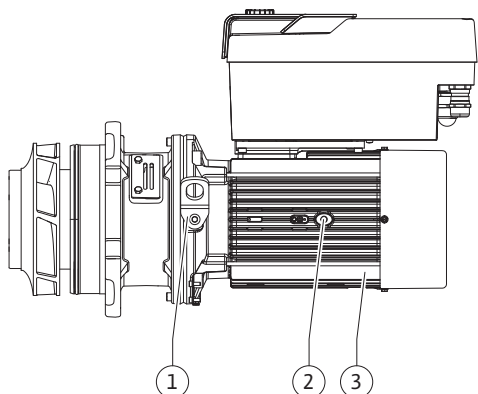

Fig. 100: Kit embrochable
9. Retirer le kit embrochable (Fig. 100) du corps de pompe en desserrant les écrous à bride (Fig. I, pos. 29).
16. Insérer le kit embrochable (voir Fig. 100) dans le corps de pompe jusqu'à l'ancienne position ou à un angle différent. Respecter les positions de montage admissibles des composants (voir le chapitre « Positions de montage autorisées et modification de la disposition des composants avant l'installation » [► 225]).
17. Lorsque le guidage de la lanterne est sensiblement engagé (environ 15 mm avant la position finale), il n'y a plus de risque de basculement ou de coincement. Après avoir sécurisé le kit embrochable avec au moins une vis (Fig. II, pos. 29), les éléments de fixation peuvent être retirés des œillets de transport.
18. Visser les vis (Fig. II, pos. 29). Le kit embrochable s'insère dans le corps de pompe à mesure que les vis sont serrées.